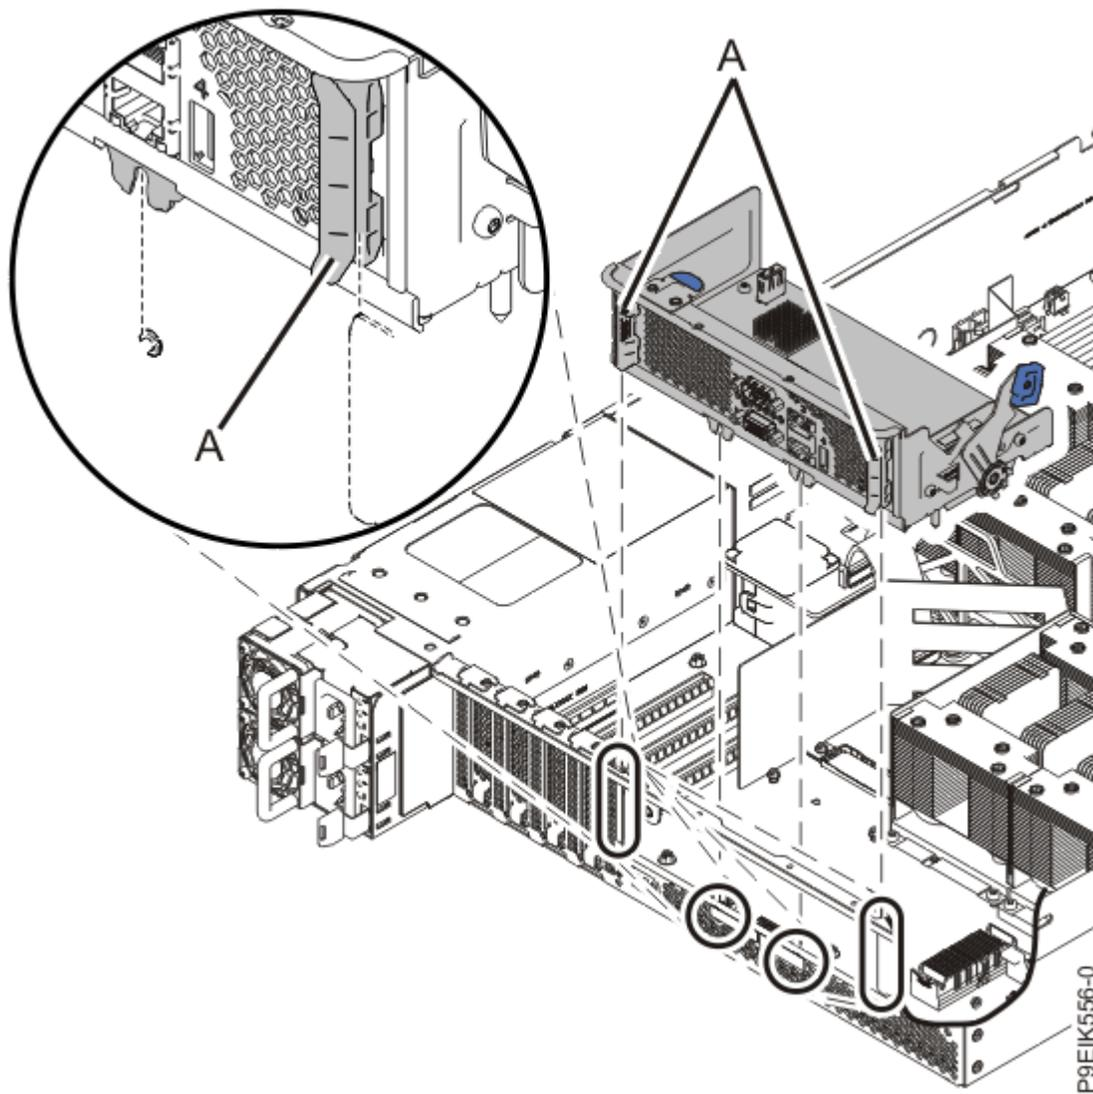

図 2. シャーシ内での BMC カードの位置合わせ
プラスチック製のガイド (A) と位置合わせピン (B) (5 ページの図 2 を参照) を利用して、シャーシにカードを位置合わせします。